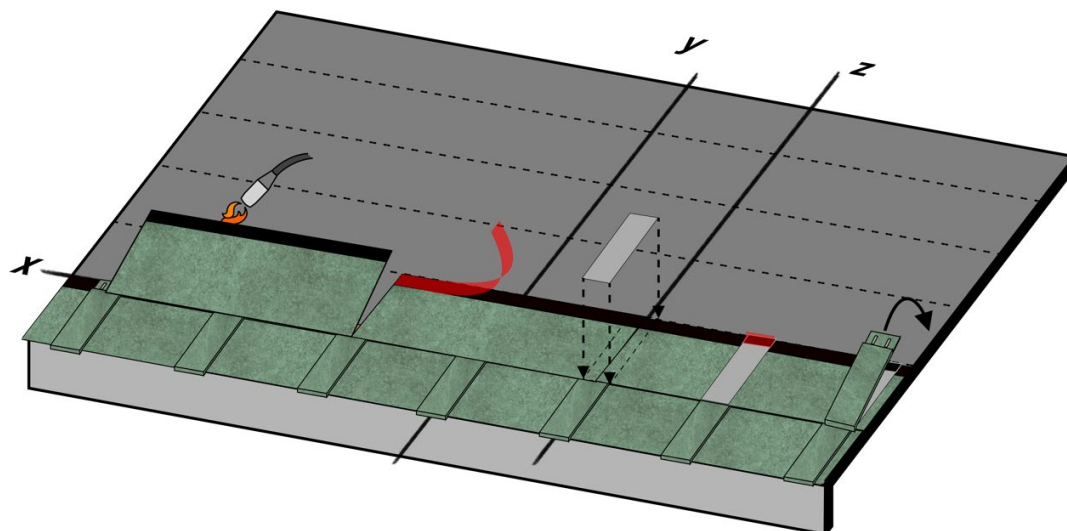

Fig. 22 - Posa della seconda fila di tegole
- Procedere con la posa della seconda fila di tegole: allineare il bordo laterale della prima tegola sulla verticale **z** e il bordo superiore sull'orizzontale distante 29 cm da **x** - vedi Fig. 22. Fissare la tegola alla membrana usando la fiamma del cannello, come precedentemente descritto e sollevando la parte superiore della tegola con apposito strumento, Fig. 22. La fascia autoadesiva fisserà le tegole della seconda fila alle tegole sottostanti della prima fila. Procedere con la posa di tutte le tegole della fila, dei Compact Strips e dei Compact Clips.